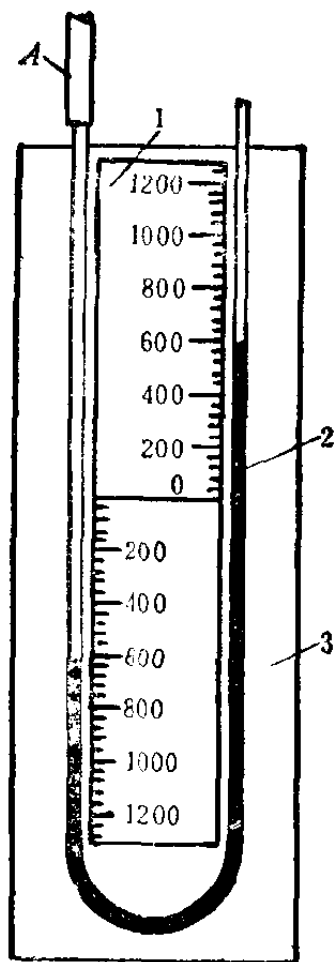

图1-5 U形管压力计
1. **U形管压力计**（见图 1-5） 这种压力计为一盛有液体（水、水银或酒精）的U形玻璃管固定在一板面上，板面上有以毫米数刻度的标尺。如管子的一端通过橡皮软管与管道相连，此时，敞开一端的液面将会发生变动（测正压时应上升，测负压时应下降），压力数值可由下式计算：